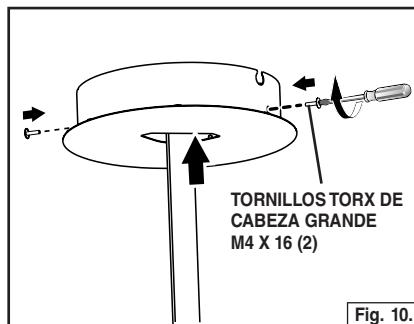

Fig. 10.
4. Instale el toldo del techo y fíjelo con (2) tornillos Torx de cabeza grande M4 x 16. Fig. 10. (Necesitará quitarlo para hacer conexiones eléctricas.)